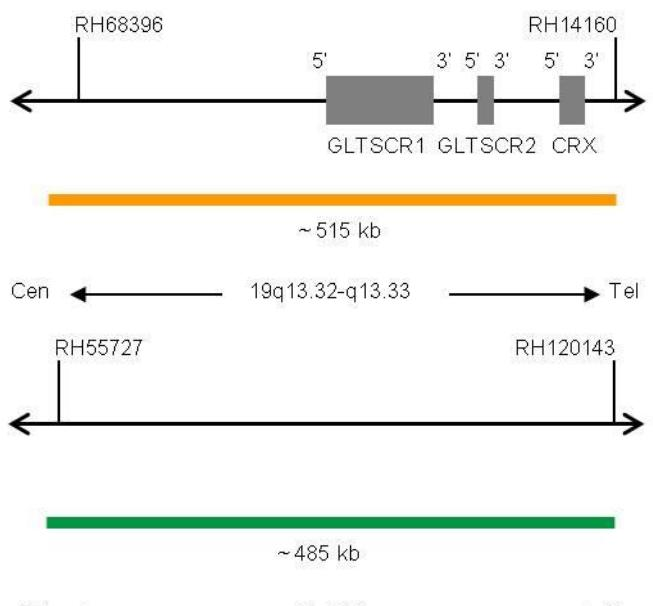

Fig. 1: Em cima: Mapa de sondas SPEC 19q13, em baixo: Mapa de sondas SPEC 19q13 (não à escala)
- Polinucleótidos marcados com ZyOrange (excitação 547 nm/emissão 572 nm) (~1,5 ng/μl), que visam sequências mapeadas em 19q13.32-q13.33\* (chr19:47,857,776-48,374,564) (ver Fig. 1).
- Polinucleótidos marcados com ZyGreen (excitação 503 nm/emissão 528 nm) (~10,0 ng/μl), que visam sequências mapeadas em 19p13.3\* (chr19:658,555-1,144,465) (ver Fig. 1).